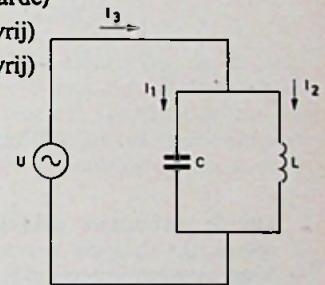

Fig. 2
- 4 Van fig. 2 zijn de volgende gegevens bekend: